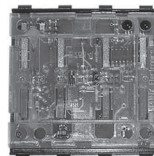

Fig. 1
- Unità di lettura Dialock Merten WT (Fig. 1)